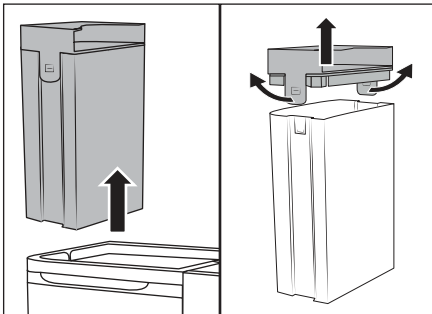

Abb. 5
(1) Füllen Sie nur kaltes bis warmes Leitungswasser oder destilliertes Wasser in den Frischwasserbehälter ②. Verwenden Sie kein kochendes Wasser. (2) Betreiben Sie das Gerät niemals ohne Wasser im Frischwasserbehälter ②.
- (3) Verwenden Sie nur handelsübliche, nicht schäumende Polsterreinigungsmittel oder **LIDL W5 Essigreiniger**. Andere Reinigungsmittel können das Gerät beschädigen. Wir empfehlen drei Esslöffel **LIDL W5 Essigreiniger** auf eine komplette Füllung (1,7 Liter) des Frischwasserbehälters ② zu geben. Gegebenenfalls erhöhen Sie den Anteil Essigreiniger schrittweise bis zum gewünschten Ergebnis.
- ◆ Fassen Sie den Frischwasserbehälter ② am Griff des Deckels ① und ziehen Sie ihn nach oben aus dem Gerät (siehe Abb. 5).
- ◆ Ziehen Sie die beiden Haltetaschen leicht nach außen und nehmen Sie den Deckel ① ab (siehe Abb. 5).
- ◆ Füllen Sie das Gerät mit Leitungswasser oder mit destilliertem Wasser und geben Sie bei Bedarf Polsterreinigungsmittel oder W5 Essigreiniger hinzu. Beachten Sie dabei die Anwendungshinweise des Herstellers. Achten Sie darauf, dass der Frischwasserbehälter ② höchstens bis zur MAX-Markierung gefüllt wird.
- ◆ Setzen Sie den Deckel ① auf den Frischwasserbehälter ② und drücken ihn nach unten, bis die beiden Haltetaschen einrasten.
- ◆ Fassen Sie den Frischwasserbehälter ② am Griff des Deckels ① und setzen Sie ihn in das Gerät ein.